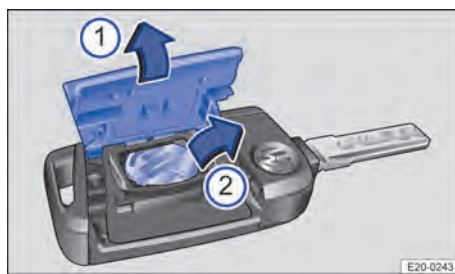

Fig. 61 Chave do veículo: substituir a pilha-botão.
2. Remover a cobertura → Fig. 61 ① alavancando-a.
3. Elevar a pilha-botão do compartimento da pilha → Fig. 61 ②.